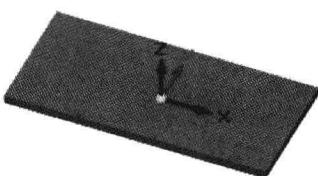
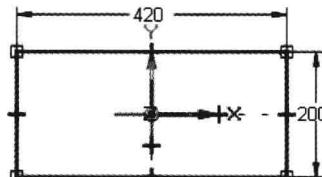

图 1.2 拉伸特征 1
图 1.3 截面草图
Step2. 创建图 1.2 所示的拉伸特征 1。在 **实体** 区域中单击 **拉伸** 按钮，选取俯视图 (XY) 平面作为草图平面，绘制图 1.3 所示的截面草图，绘制完成后，单击 **确定** 按钮；确认 **对称** 与 **延伸** 按钮未被按下，在 **距离** 下拉列表中输入 15，并按 Enter 键，拉伸方向为 Z 轴正方向，在图形区空白区域单击；单击“拉伸”命令条中的 **完成** 按钮，单击 **取消** 按钮，完成拉伸特征 1 的创建。